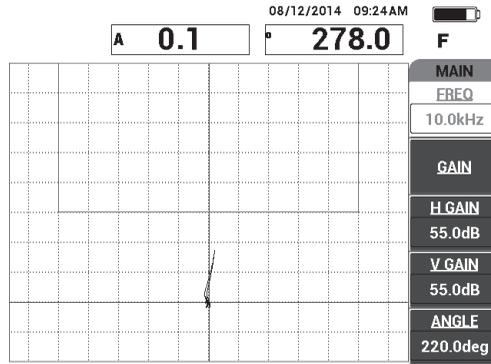

Figura 6-24 Señal de escaneo de una pérdida de adherencia
3. Efectúe minuciosamente un escaneo en la pérdida de adherencia de 13 mm, después, pulse la tecla FREEZE (❄️). Ver la Figura 6-24 en la página 154.